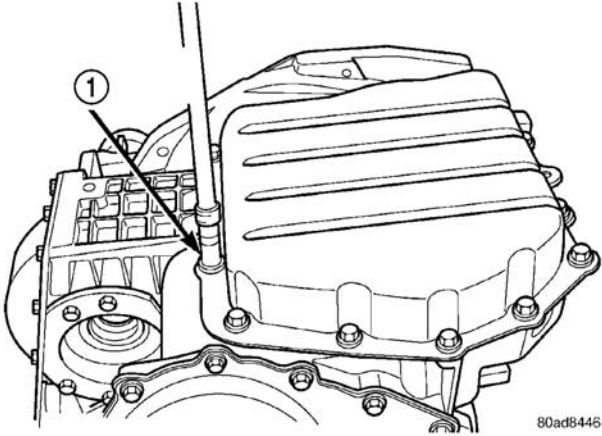

图 341 油盘螺栓
- (1) 断开蓄电池负极电缆。
- (2) 从手动阀杆断开换档拉线。
- (3) 从手动轴拆下手动阀杆
- (4) 用举升器升起车辆。
- (5) 拆下油盘螺栓（图 341）。